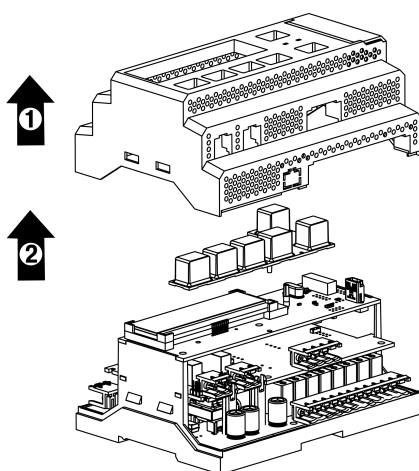

Рисунок 8.2 – Отделение верхней крышки и клавиатуры
4. Снять крышку (см. рисунок 8.2, стрелка 1). Убрать клавиатуру (стрелка 2).